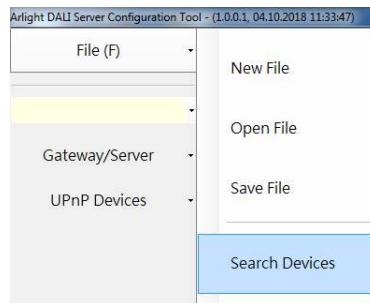

Рисунок 2.
- После запуска программы в верхней строке нажмите File -> Search Devices (Рисунок 2). Будет произведен поиск всех логических контроллеров в Вашей сети.